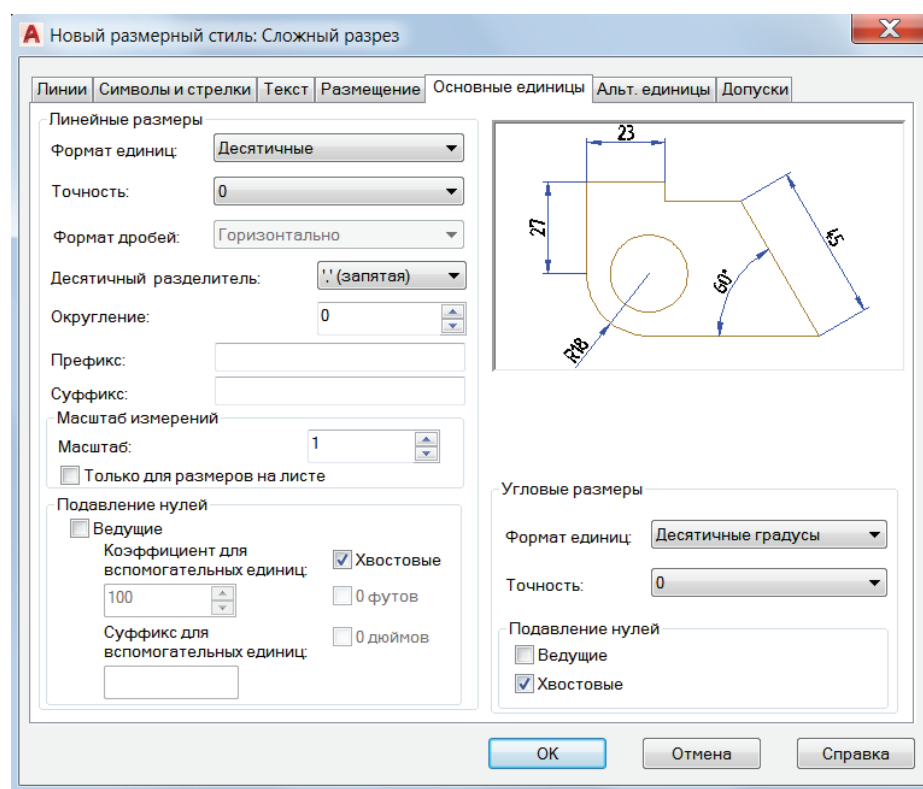

Рис. 2.4.20. Диалоговое окно **Новый размерный стиль: Сложный разрез**.
5. Вкладка **Основные единицы** (рис. 2.4.20).